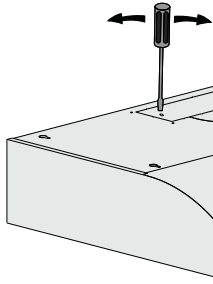

Figure 8
- Pour une évacuation rectangulaire vers le haut (verticale), il suffit d'installer le registre rectangulaire fourni (voir les figures 8, 9 et 10) en utilisant quatre vis ST4 × 8 mm pour l'évent 10 po.